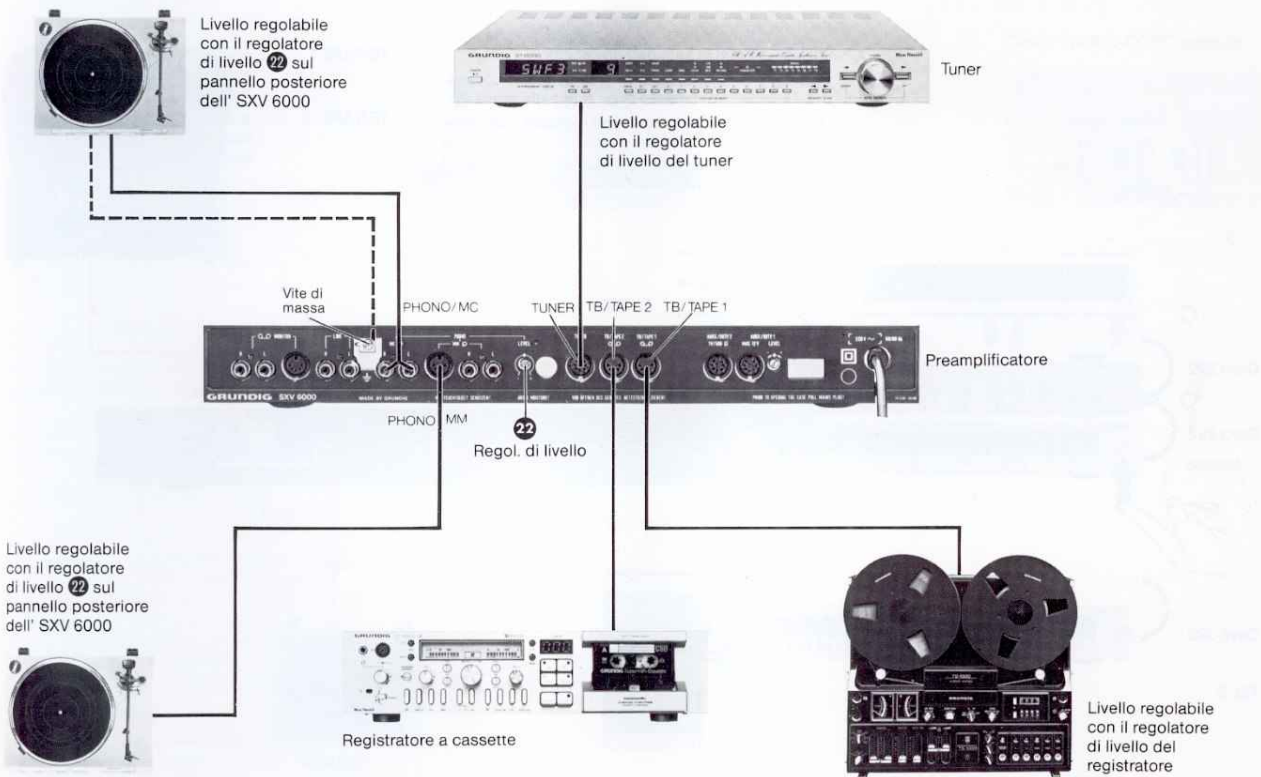

Fig. 7
**del preamplificatore con istruzione per la regolazione dei rapporti di livello (fig. 7)**